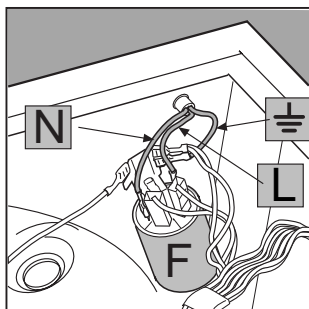

Fig. 14
3. Desconecta los cables del filtro antiinterferencia F [fig. 14] prestando atención a su posición (**cable azul = N; cable marrón = L**); desconecta por último el cable de tierra \perp .